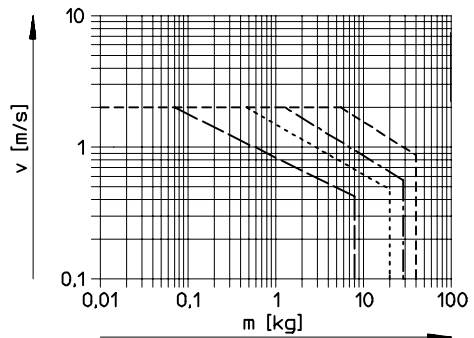

Bild 24
Utan extern dämpning klarar DGC-... maximala hastigheter och arbetslaster enligt Bild 24 och Bild 25.
- Utan extern dämpning kan ett överskridande av de angivna gränsvärdena i Bild 24 och Bild 25 leda till skador på DGC-... .